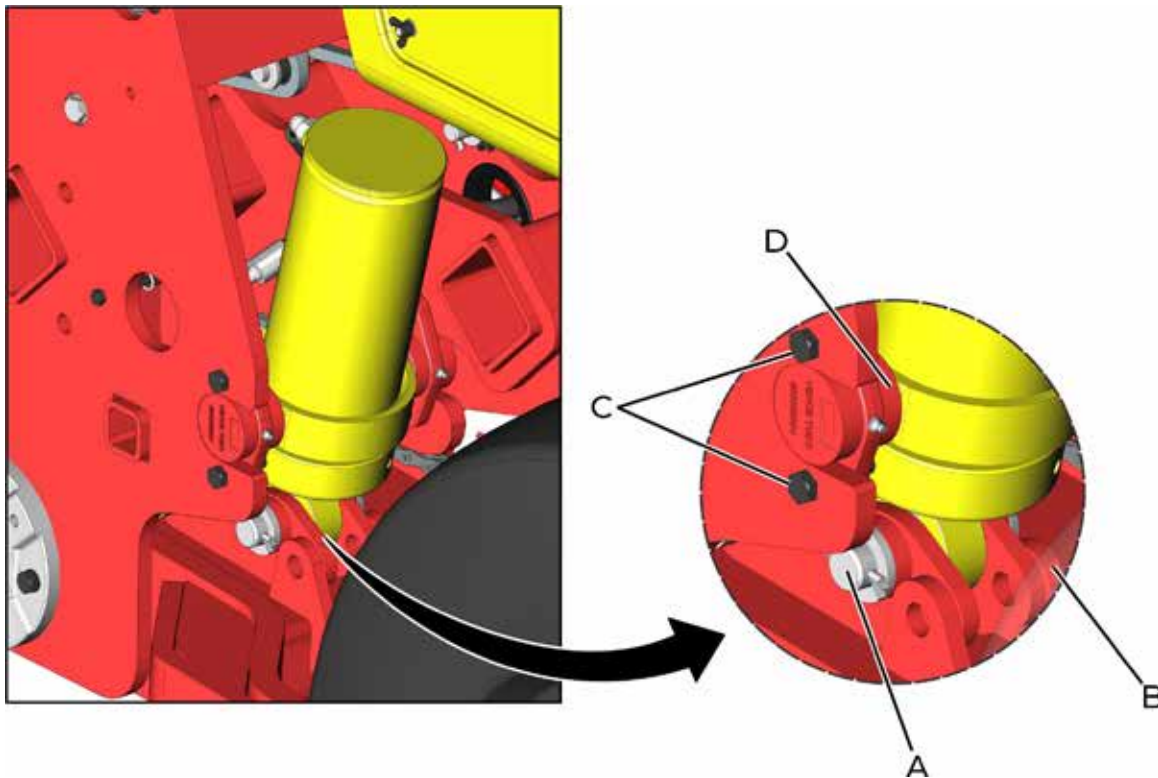

fig. 20
Para retirar o cilindro hidráulico, primeiro retire as mangueiras hidráulicas e o pino (A) (fig. 20) do articulador (B). Em seguida, retire os parafusos (C) dos mancais (D), deixando assim o cilindro livre para ser retirado.